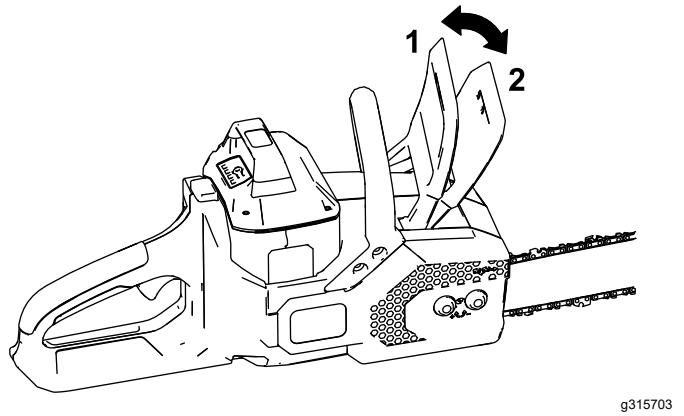

Figura 8
- Certifique-se de que o travão da corrente está na posição FUNCIONAMENTO (Figura 8).
Sempre que não estiver a utilizar a serra ou a transportar para ou da área de trabalho, mova o travão da corrente para a posição PARAR (Figura 8) e remova a bateria.